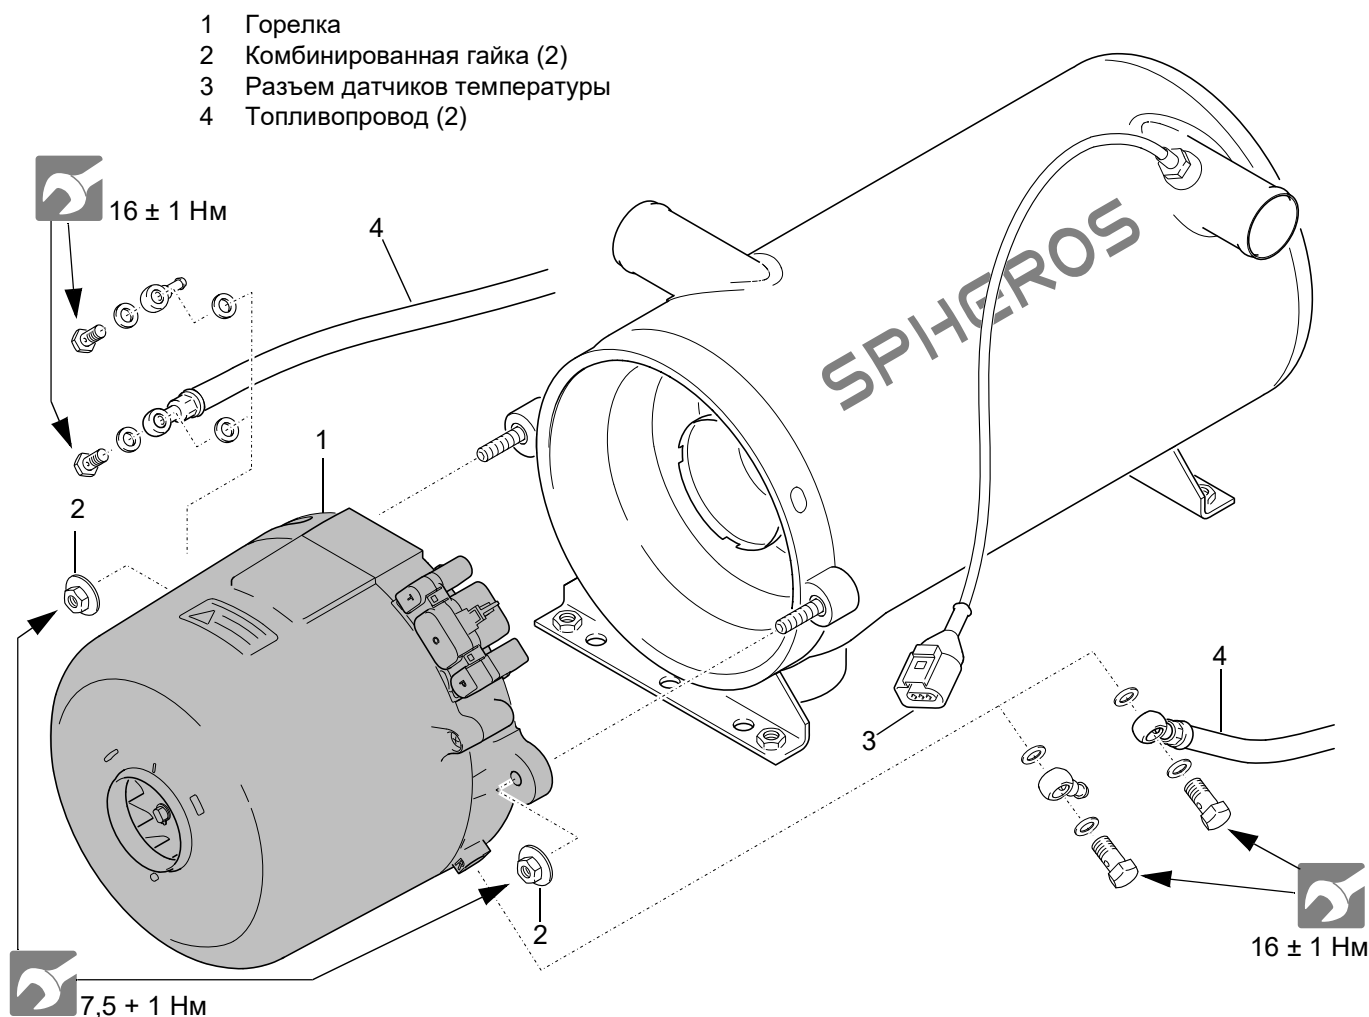

Рис. 801 Демонтаж и монтаж горелки
6. Отсоединить топливопроводы (4, **Рис. 801**) от банджо-штуцера или ослабить их, выкрутив полый винт и закрыв заглушкой.
7. Отвинтить комбинированные гайки (2).
8. Снять горелку (1).
1. Установить горелку (1, **Рис. 801**) и собрать ее, при этом обратить внимание на центрирование и корректность посадки. Кабели нельзя передавливать, зажимать и перегибать.
2. Установить комбинированные гайки (2) и закручивать их попеременно без усилия.
3. Затянуть комбинированные гайки (2).
Две комбинированные гайки М8 для подключения горелки и теплообменника следует затянуть до упора с указанным крутящим моментом (см. **Рис. 801**) и зафиксировать с помощью фиксатора резьбовых соединений.
2. Отсоединить датчики температуры (3, Рис. 801).
2. Затянуть датчик температуры (1).
3. Вставить разъем датчика температуры (3, Рис. 801).